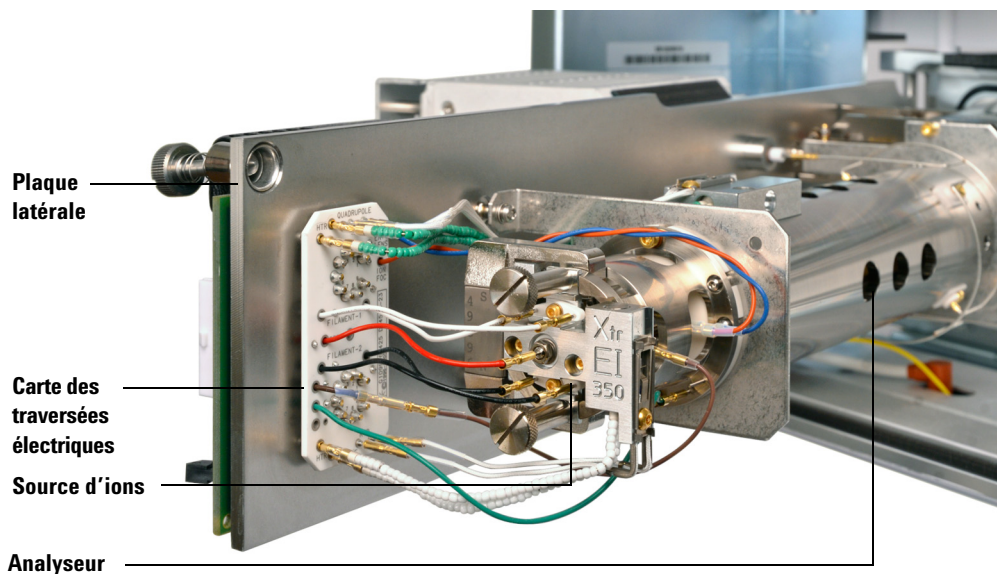

Figure 20 La chambre de l'analyseur
- 3 Desserrer les vis moletées du plateau latéral avant de l'analyseur (Figure 20) si elles sont serrées.